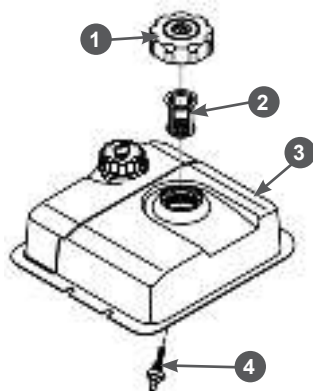

Рис. 39 Топливные фильтры
В топливном баке установлены два сетчатых топливных фильтра. Один фильтр устанавливается в заливной горловине топливного бака. Второй фильтр конструктивно объединен со штуцером топливного бака и установлен внутри бака (Рис. 39).
Через каждые 300 часов работы рекомендуется производить очистку топливного бака от грязи и конденсата. Одновременно с очисткой топливного бака рекомендуется проверять и очищать фильтр 4, установленный внутри бака (Рис. 39). Наличие воды и грязи в баке и чистоту фильтра 4 можно проверить визуально через заправочную горловину топливного бака.
3. Выкрутите из топливного бака выходной штуцер 4 и произведите его очистку (Рис. 39). Внимательно осмотрите сетчатый фильтр. При обнаружении механических повреждений замените штуцер топливного бака.